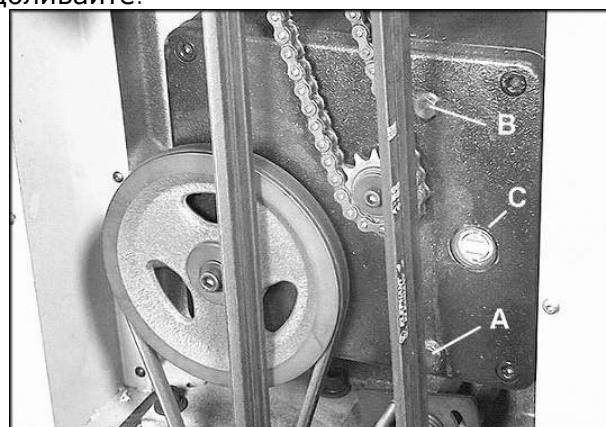

Рис. 20
1. Открутите сливную пробку (A, Рис. 20) и крышку заливной горловины (B, Рис. 20). Слейте грязное масло.
2. Затяните сливную пробку (A, Рис. 20).
3. Залейте через отверстие чистое масло на 60-90 % (B, Рис. 20).
4. Затяните крышку заливной горловины (B, Рис. 20).
Через смотровое окно (C, Рис. 20) периодически проверяйте уровень масла, при утечке доливайте.